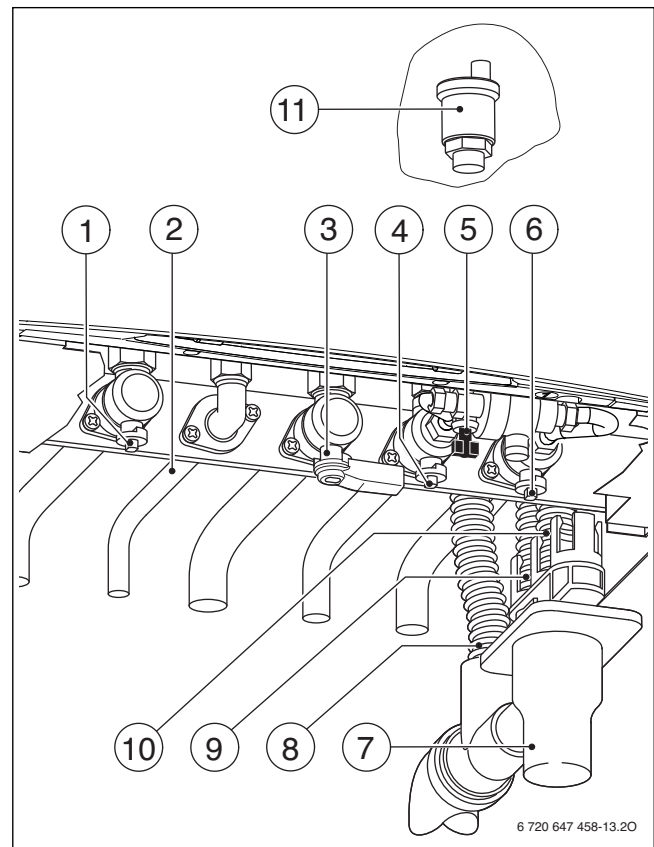

Fig. 21 Conexiones
- ▶ Abrir las llaves de impulsión y de retorno de la calefacción (→ fig. 21, [1] y [6]).
- ▶ Abrir la llave de agua fría (→ fig. 21, [4]).
- ▶ Abrir el purgador automático (dejar abierto) (→ fig. 21, [11]).
- ▶ Abrir la llave de gas (→ fig. 21, [3]).